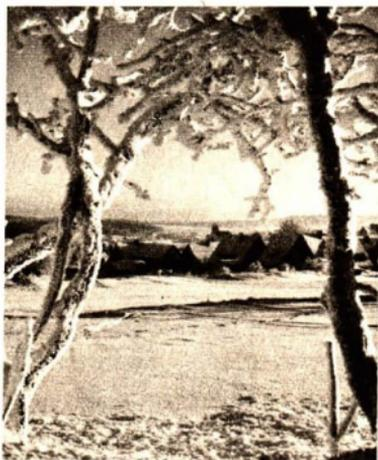

Abb. 132/1. Rauhreif
*Rauhreif* besteht aus Eiskristallen (Abb. 132/1). Er bildet sich unter ähnlichen Bedingungen wie der Tau. Nur beginnt die Ausscheidung der Luftfeuchtigkeit erst unterhalb des Gefrierpunktes, ähnlich wie beim Schnee. Rauhreif ist also kein gefrorener Tau, sondern kristallisierter Wasserdampf.